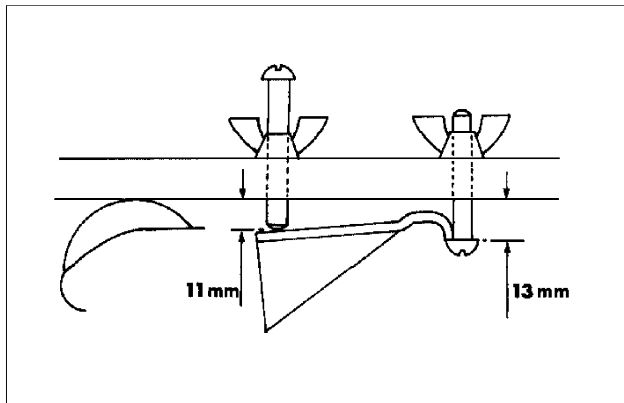

Fig.22
3. Mit Hilfe der Einstellstange in der Position wie auf Abb. 22 die Sicherungsmuttern lockern, indem die ,R'-Klemme entfernt und die Trommel und der Stift von der Untergestellplatte wegbewegt und in die erforderliche Richtung rotiert werden, um die Unterseite des Einstellstangenschraubenkopf mit der Lippe der unteren Klinge auf eine Linie zu bringen. Wenn die Rolle eingestellt wurde, die Sicherungsmutter anziehen, den Stift in das obere Loch der Untergestellplatte stecken und die ,R'-Klemme wieder anbringen.